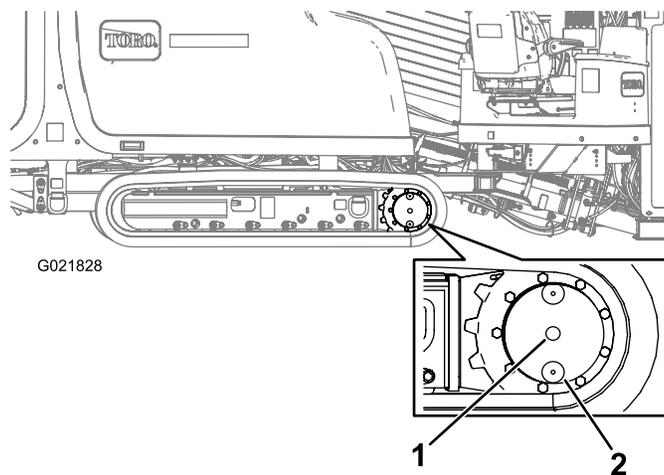

Bild 133
2. Reinigen Sie den Bereich um die Ölstandschaube mit einem Reinigungsmittel (Bild 133).
3. Entfernen Sie die Ölstandschaube (Bild 133).
2. Reinigen Sie den Bereich um die Ölstandschaube (Bild 133).
3. Drehen Sie den Planetenantrieb, bis sich die Ölablassschraube genau unter der Ölstandschaube befindet (Bild 133).